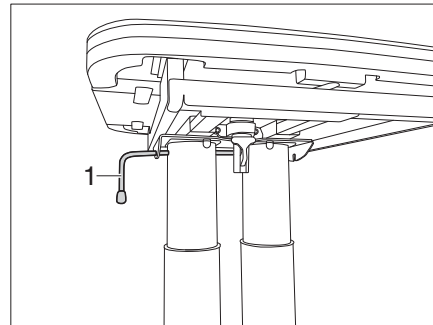

Fig. 103 Verrouiller la table
- Basculer le levier de verrouillage (Fig. 103,1) vers la gauche. Le verrouillage est ouvert.
- Basculer le levier de verrouillage (Fig. 103,1) vers la droite. La table à hauteur réglable est verrouillée.